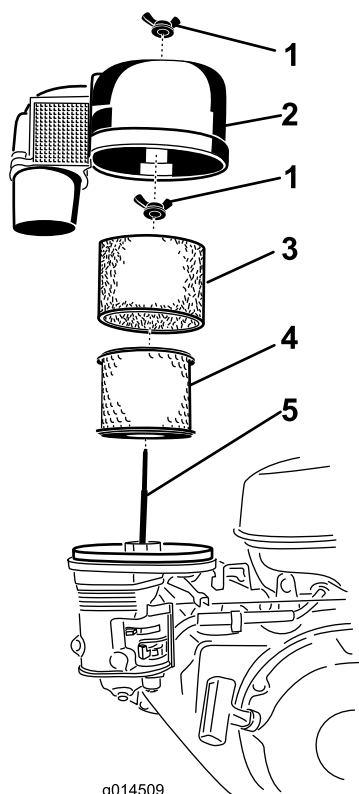

Figure 14
1. Retirez l'écrou à oreilles et sortez le filtre cyclone avec son capot (Figure 14).